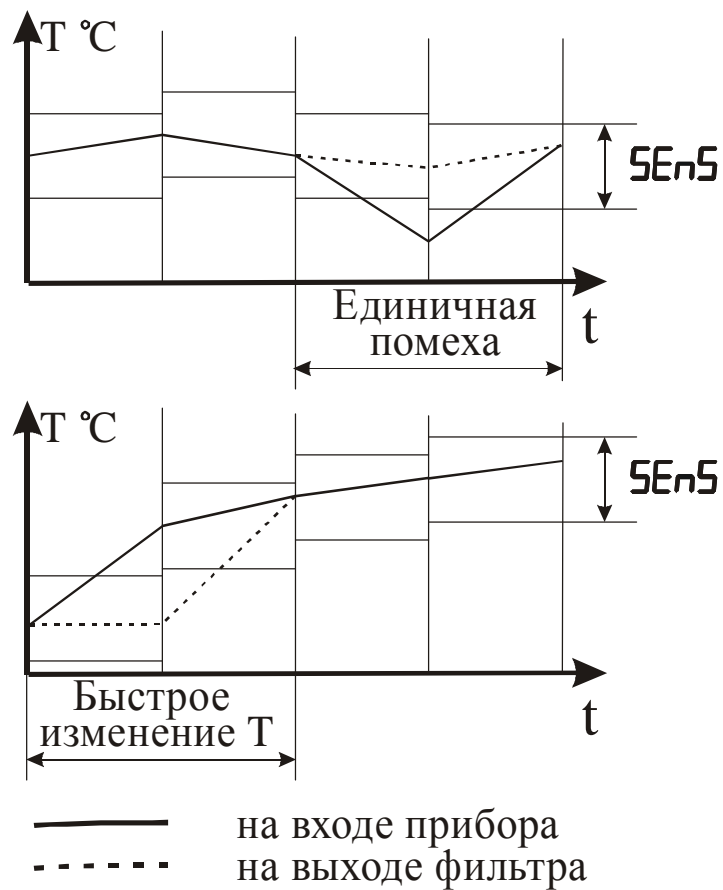

Рисунок 3.9 – Работа фильтра при воздействии случайной помехи и быстром изменении сигнала
3.3.2.7 С целью уменьшения влияния случайных импульсных помех на показания в прибор введена цифровая фильтрация. Работа фильтра описывается параметром “Полоса фильтра”. Если текущее значение температуры отличается от результатов предыдущего измерения на значение, которое превышает указанное в параметре “Полоса фильтра”, то проводится повторное измерение температуры, а на индикаторе остается старое значение (см. рисунок 3.9). О повторном измерении свидетельствует мигание светодиодного индикатора “К” зеленого свечения.